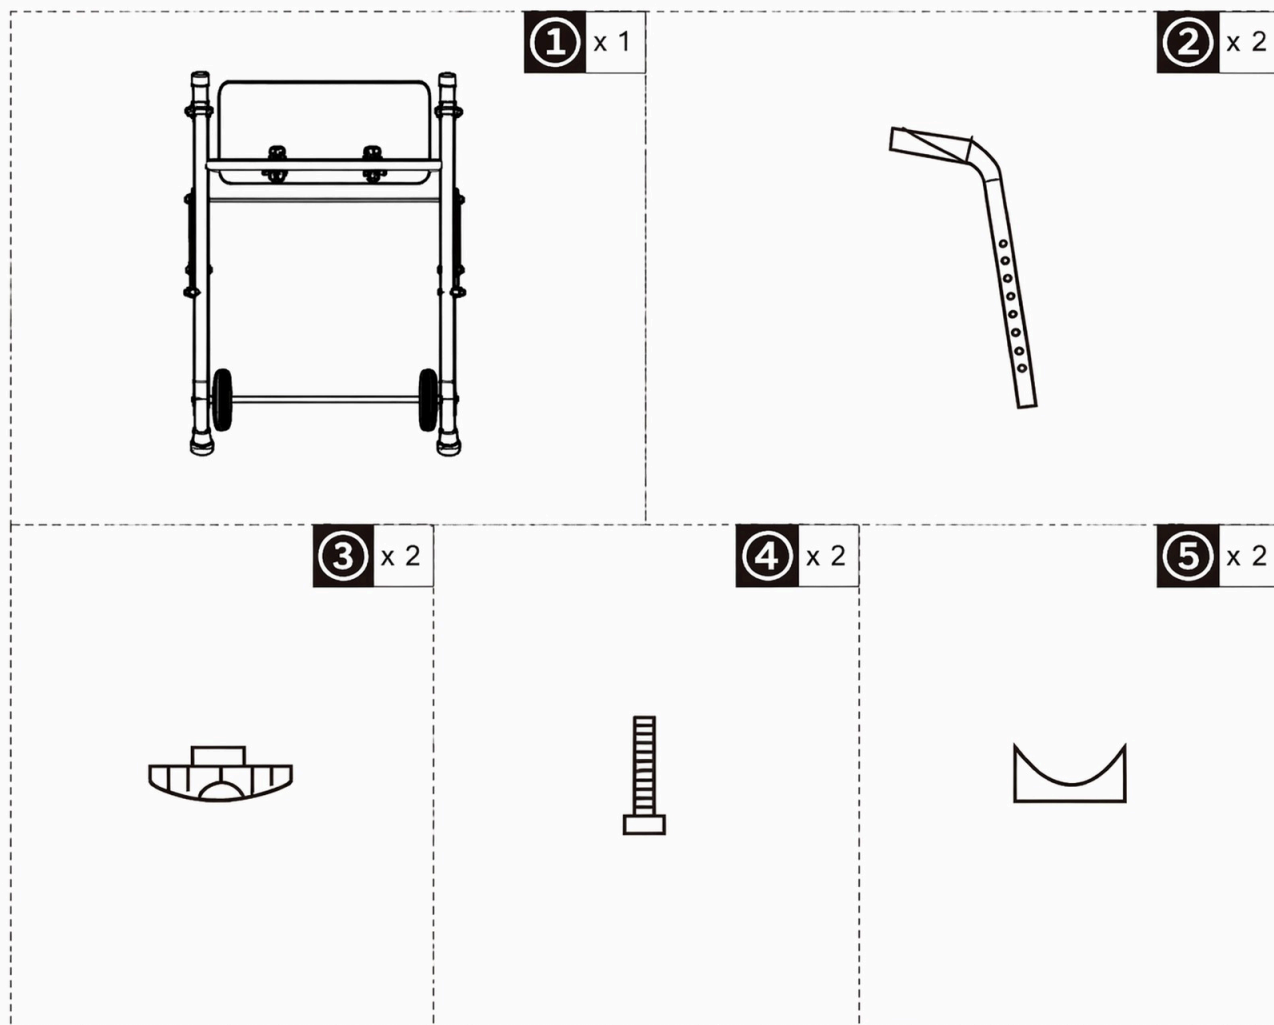

Figura 1
I.Preparação antes da montagem: Após abrir a caixa de embalagem, utilize tesouras para cortar as abraçadeiras de plástico e o plástico-bolha. Tenha cuidado para proteger todas as peças dentro da caixa. Se a montagem for feita no chão, coloque cartão ou um tapete sobre o piso para evitar riscos. Identifique e organize corretamente todas as peças e componentes. Remova a caixa interior e retire as peças, dispondo-as de forma organizada. As peças soltas na caixa de embalagem são apresentadas na Figura 1:
II. Instruções de montagem (Consulte os nomes e números das peças na Figura 1):